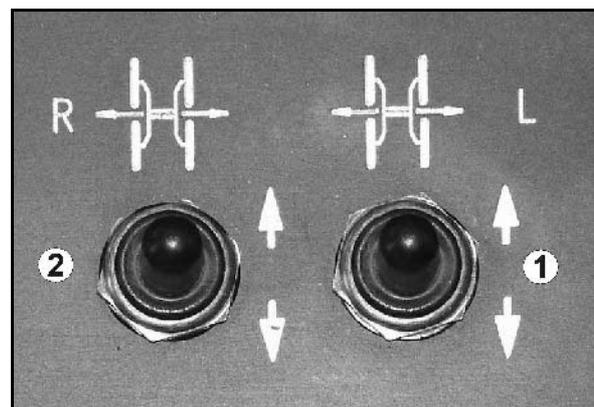

Рис. 37
- Переключатель (Рис. 37/1) для регулировки левой маятниковой подвески.
- Переключатель (Рис. 37/2) для регулировки правой маятниковой подвески.